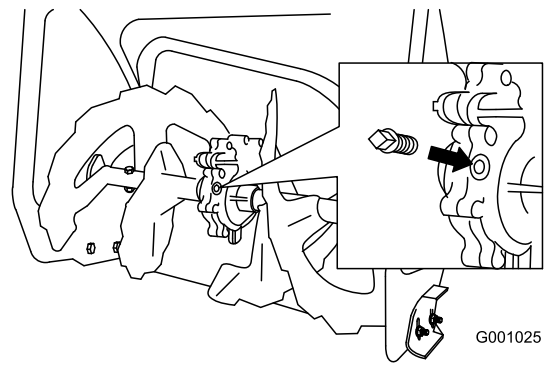

Рисунок 47
- Очистите поверхность вокруг пробки редуктора (Рисунок 47).